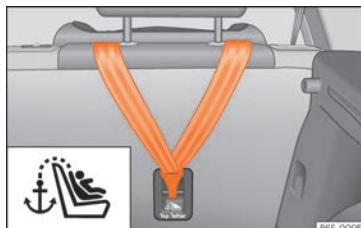

Fig. 39 Parte posterior de los asientos traseros: argollas de sujeción para el cinturón Top Tether.
- Deslice la correa y fíjela correctamente con el anclaje de la parte posterior del respaldo »» fig. 39.